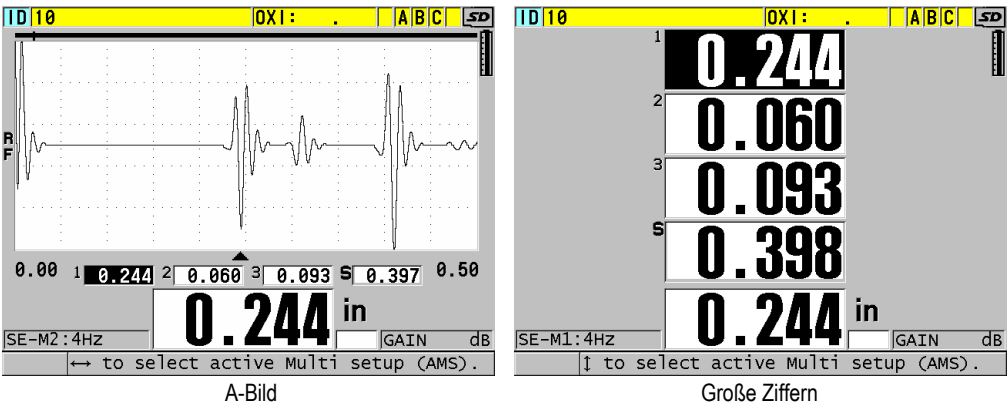

Abbildung 7-8 Anzeige der Dicke von drei Schichten und einer Summe bei Mehrschichtenmessung in beiden Anzeigemodi
- d) Stellen Sie den **ANZEIGEMODUS** auf (siehe Abbildung 7-8 auf Seite 124):
- c) Stellen Sie den **ANZEIGEMODUS** auf **A-BILD** oder **GROSSE SCHRIFT** ein (siehe Abbildung 7-8 auf Seite 124).